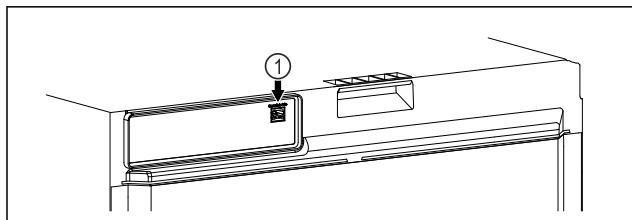

Fig. 109
- ☐ SmartModule Fig. 109 (1) on sisse pandud.